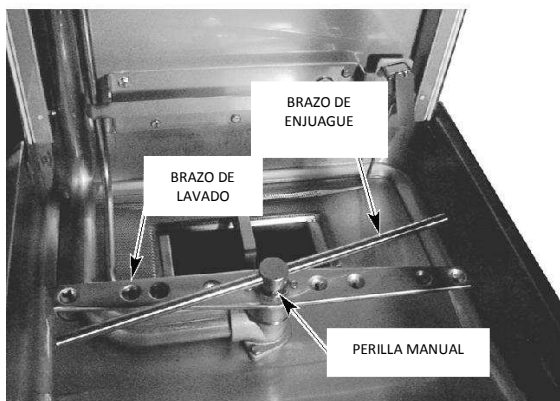

Fig. 29
- 10.- Quite y revise las espreas de los brazos de lavado y enjuague (Figs. 29, 30) para asegurarse que no hay sarro o residuos de alimentos. Vaya al apartado de mantenimiento en la página 26.
Los brazos superiores e inferiores de lavado y enjuague (Figs. 29, 30) deben girar libremente y por unos segundos después que usted los haga girar con la mano para que funcionen correctamente.
Para quitar el brazo inferior de lavado, desatornille la perilla manual y levante el brazo de enjuague (Fig. 29). El brazo de lavado puede levantarse una vez que se ha quitado el brazo de enjuague.